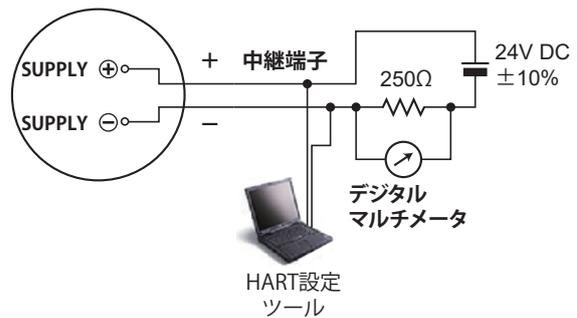

図 7.1 接続方法
1. 図 7.1 のように機器を接続し、3 分以上ウォームアップします。